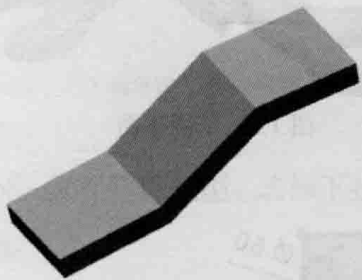
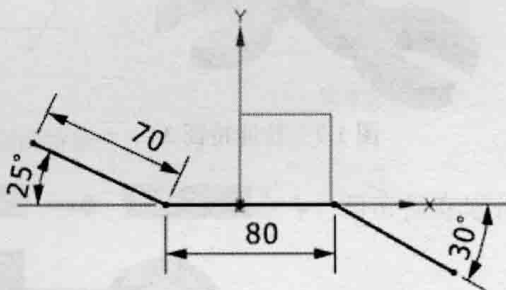

图 1.2 拉伸特征 1
图 1.3 截面草图
Step2. 创建图 1.2 所示的拉伸特征 1。选择下拉菜单 **插入(I)** → **设计特征(F)** → **拉伸(E)** 命令（或单击 **拉伸(E)** 按钮）；单击“拉伸”对话框中的“绘制截面”按钮 ，系统弹出“创建草图”对话框，选取 XY 基准平面为草图平面，单击 **确定** 按钮，绘制图 1.3 所示的截面草图，然后退出草图环境；在 **限制** 区域的 **结束** 下拉列表中选择 **对称值** 选项，并在其下的 **距离** 文本框中输入值 32.5；其他参数采用系统默认设置；单击 **< 确定 >** 按钮，完成拉伸特征 1 的创作。